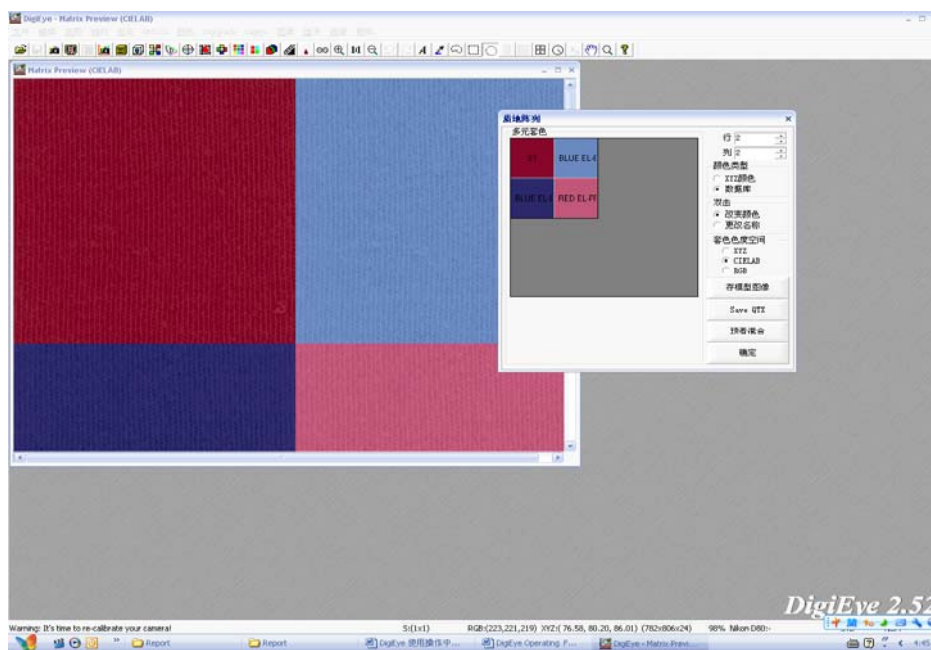

图 12
8. 质地阵列：在“质地阵列”的窗口上，选定需要的多种颜色，“预看混合”在一个图像上的组织基材可以看到几个不同颜色下呈现的效果（图 12）：